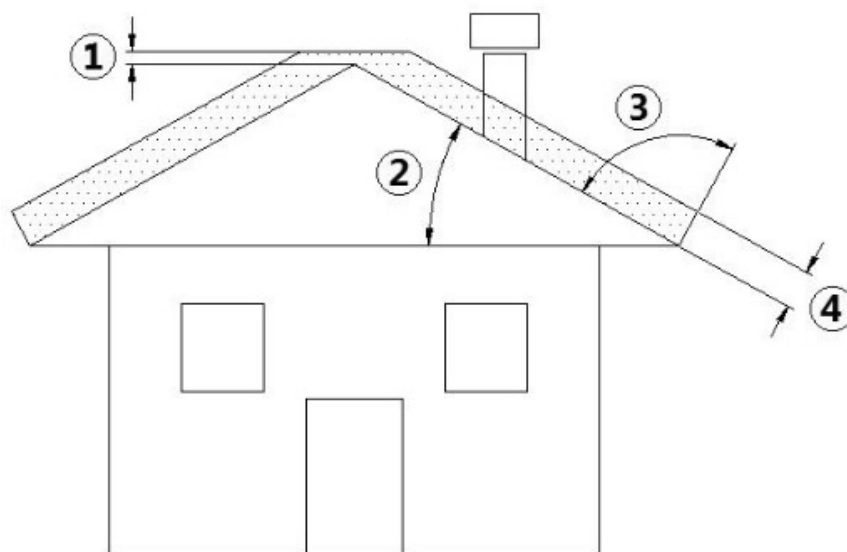

Fig. 4 - Teto inclinado
LEGENDA	Fig. 4
- A altura da abertura na atmosfera deve ser fora da zona de refluxo provocada pela formação do teto e por obstáculos que se encontram nas proximidades (ver **Fig. 4**).